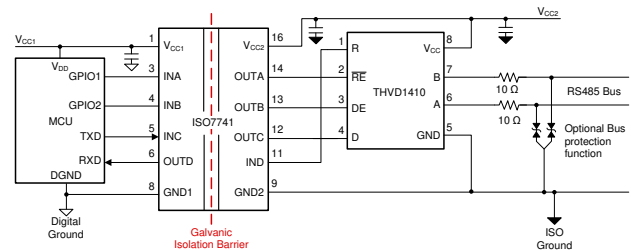
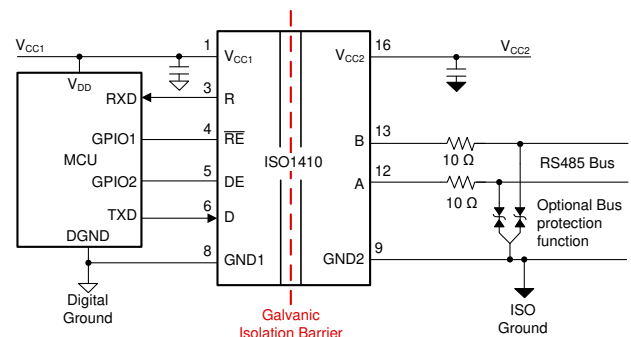

図 1. ISO7741 と THVD1410 を使用した絶縁型 RS-485 のディスクリート実装
図 2. ISO1410 を使用した絶縁型 RS-485 の統合ソリューション
RS-485 システムの信号を絶縁するには、一般的な方法が 2 つあります。1 つ目の方法は、デジタル・アイソレータと RS-485 トランシーバを使用するディスクリート・ソリューションです。このソリューションでは、イネーブル (RE、DE) 信号、送信 (D) 信号、および受信 (R) 信号は、MCU と RS-485 トランシーバの間に ISO7741 などのデジタル・アイソレータを使用して絶縁します。図 1 に、ISO7741 と THVD1410 などの RS-485 トランシーバを使用したこのソリューションの例を示します。ディスクリート・ソリューションの主な利点の 1 つは、特定のアプリケーションに最適なトランシーバを選択できるフレキシビリティです。ただし、ディスクリート・ソリューションは、マルチチップ・ソリューションであるため、追加の基板面積が必要となるという欠点があります。
このソリューションは、アイソレータとトランシーバを 1 つのパッケージに統合することで、ディスクリート・ソリューションよりもシステム・レベルの基板面積を削減できます。図 2 に、図 1 のディスクリート・ソリューションを ISO1410 に置き換える方法を示します。